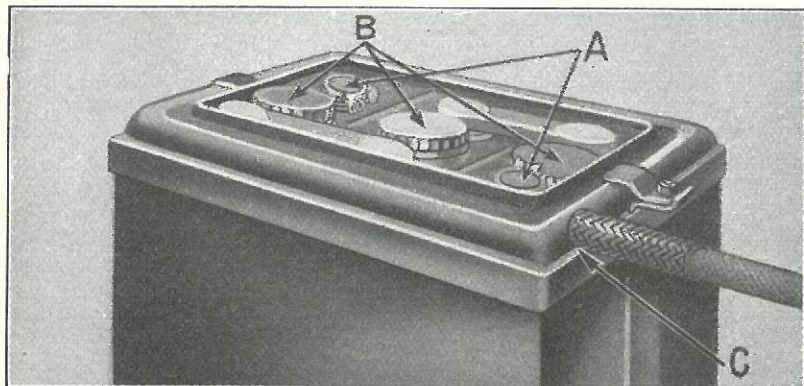

Fig. 523
- (a) Se efter, at Kabelforbindelserne paa den positive og negative Pol (Fig. 523-A) er rene og tætte og oversmurt med Vaseline.